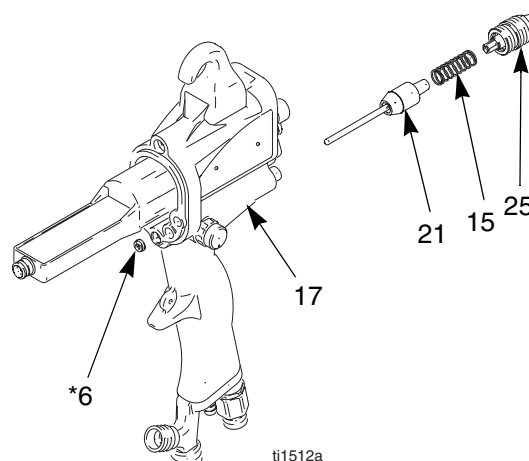

Fig. 21. Válvula neumática
3. Retire la válvula de ajuste del fluido (25) de la empuñadura (17). Retire el muelle (15). Vea la Fig. 21.
4. Desmonte la válvula de aire (21) con unos alicates. Inspeccione la superficie de sellado de goma y cambie la válvula de aire si está dañada.